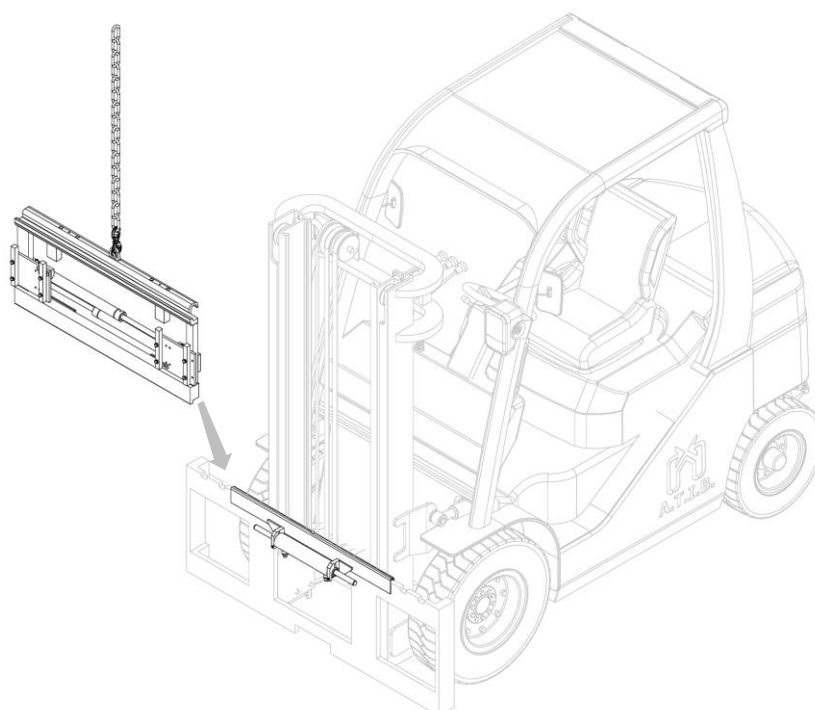

Abbildung 8
7. Dann haken Sie das Anbaugerät vom oberen Greifpunkt ein und positionieren Sie es mittels eines Laufkrans oder eines Hebezeugs mit ausreichender Tragkraft auf dem Gleitprofil. Bitte auf die richtige Positionierung des Anbaugeräts achten (siehe *Abbildung 8*).